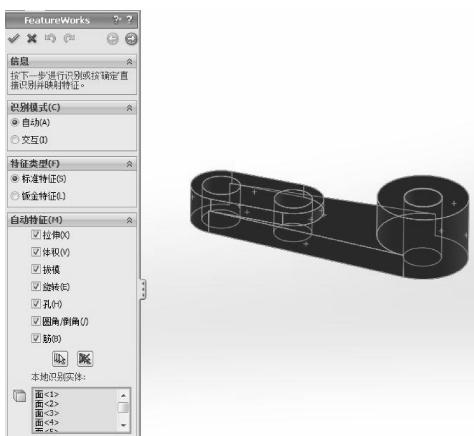

图 5-17 全部选中要识别的特征
- 05 选择【自动】识别模式，然后全部选中模型中的特征，如图 5-17 所示。